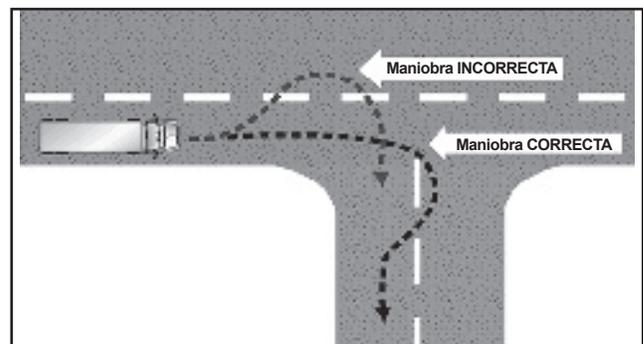

Figura 2.13
- Si debe cruzar al carril de dirección opuesta para hacer el giro, tenga cuidado con los vehículos que vienen de frente. Déjeles lugar para pasar o detenerse. Pero no retroceda para hacerles lugar, porque podría chocar a alguien detrás suyo. Vea la *Figura 2.13*.